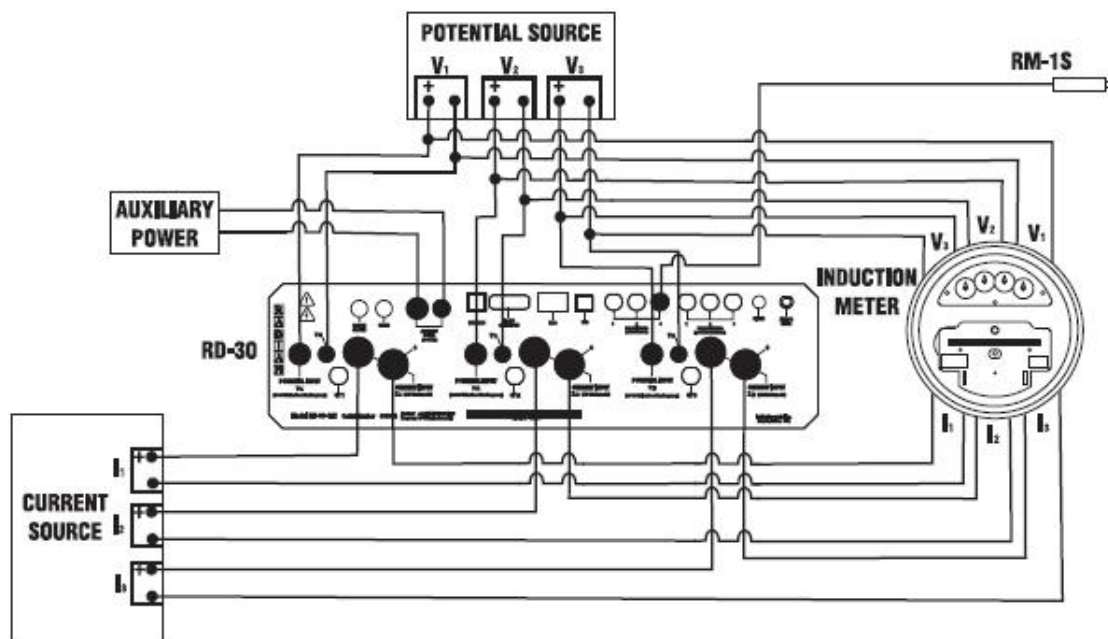

图10.1 用RM-1S手动测试三相工业表
**步骤一**、按“图10.1”连接好，用同一种电源对DUT（被测试设备）和RD-30供电，连接RM-1S到适当的输入端口。（参见4.7）